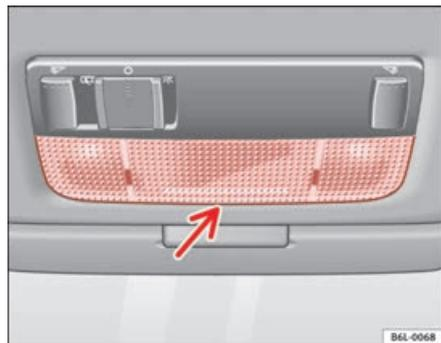

Fig. 168 Lampe de lecture avant
- Introduisez un tournevis fin dans sa partie plate entre la carcasse et le verre ⇒ fig. 168.